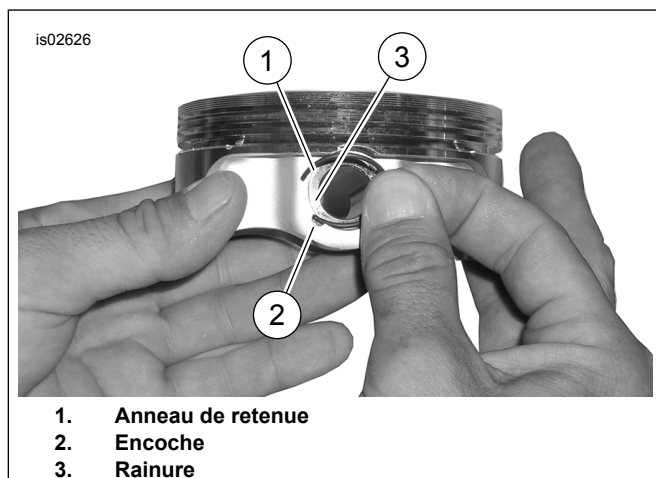

Figure 3. Anneau de retenue et piston
- Voir Figure 3 . Insérer l'extrémité ouverte de l'anneau de retenue (1) dans l'encoche (3), sur la rainure (2), autour du bossage de l'axe de piston, de façon que l'ouverture soit à la position 12 h ou 6 h une fois installé.